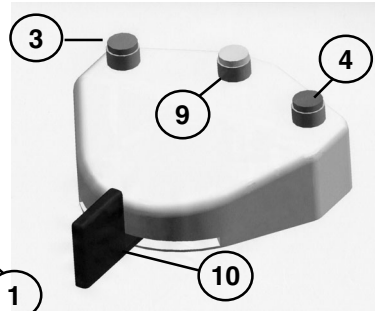

Fig. 7
- pulsante accensione/spengimento pompa acqua (1) con spia luminosa a led arancio di avvenuta accensione;
- pulsante "reverse" (2) con spia luminosa a led arancio; se la funzione selezionata prevede la normale rotazione degli utensili il led deve essere spento;
- gli stessi due comandi descritti sopra sono ripetuti sul pedale (Fig. 7), dove il pulsante verde a sinistra (3) comanda l'accensione e lo spegnimento della pompa acqua, mentre il pulsante rosso di destra (4) permette di invertire il senso di rotazione degli utensili;
- pulsanti di variazione "Up ▲" (5) e "Down ▼" (6) del campo selezionato sul display (8);
- pulsante "shift" (7) di selezione del campo da modificare sul display (8);
- il display (8) visualizza su due linee i parametri modificabili, che devono essere dapprima selezionati tramite il pulsante "shift" (il cursore lampeggia sul campo selezionato), e quindi modificabili nei valori tramite i pulsanti "Up ▲" e "Down ▼" .
- il pedale (Fig. 7) dispone di un pulsante giallo (9) che permette in combinazione con i pulsanti verde (3) o rosso (4) di cambiare il programma impostato;